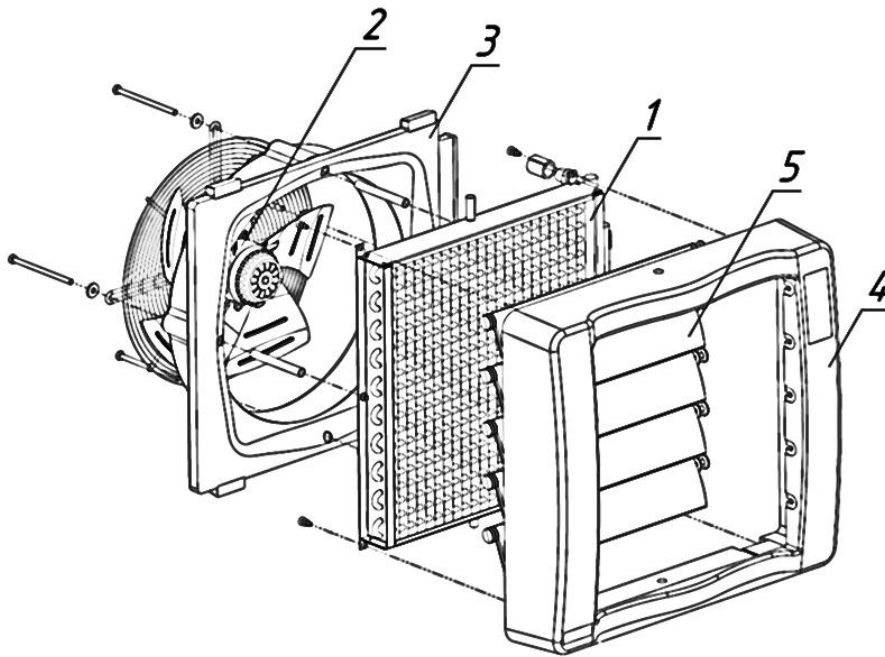

Рис.1. Тепловентилятор R2
5.1. Тепловентиляторы представляют собой набор элементов, собранных в единую конструкцию, обеспечивающую нагрев пропускаемого через себя воздуха (рис.1, 2).